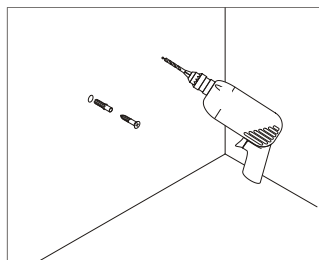

Bild 2
- Setzen Sie das mitgelieferte Aufhängungsmaterial in diese gebohrten Löcher (Bild 2).